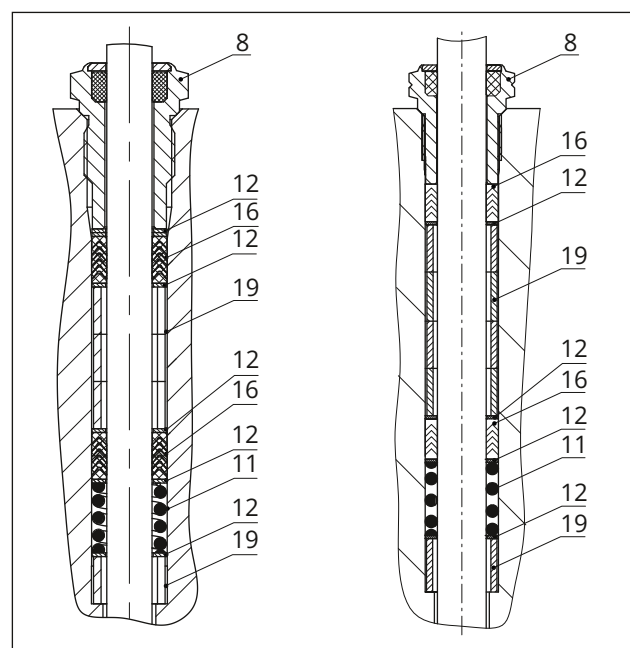

Fig. 25 : Garniture de presse-étoupe standard :
12. Insérer avec précaution les pièces du presse-étoupe dans leur logement à l'aide d'un outil approprié en les faisant passer par-dessus la tige de clapet. Veiller à les remonter dans le bon ordre, cf. Fig. 25.
13. Enfoncer le clapet (5) dans le siège (4). Fixer alors la bride (2) à l'aide des écrous de corps (14). Serrer progressivement les écrous de corps en diagonale. Respecter les couples de serrage prescrits.
14. Visser le fouloir (8) jusqu'en butée. Respecter les couples de serrage prescrits.
15. Placer l'arcade (3) sur la bride (2) et la fixer fermement à l'aide de l'écrou à frapper (92).
16. Visser légèrement le contre-écrou (10) et l'écrou d'accouplement (9) sur la tige de clapet.